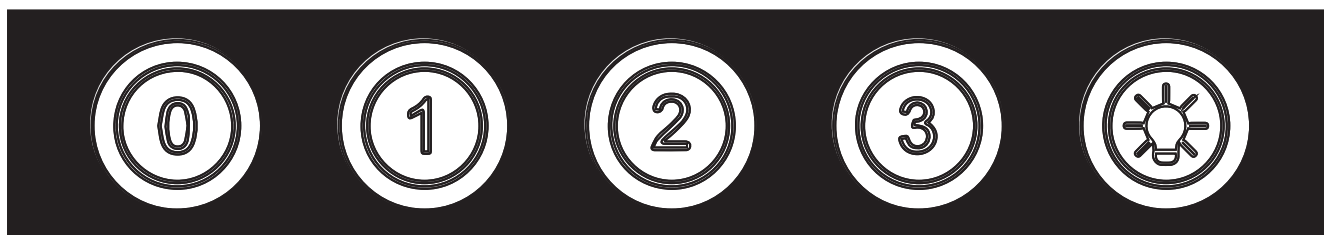

Рис.5
7.3 На нижній площині корпусу розміщений кнопковий перемикач режимів роботи і включення ламп освітлення (**рис.5**):